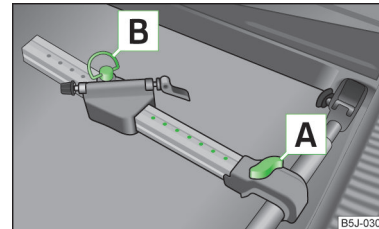

Abb. 74
- › Die Schraube **A** » Abb. 74 etwas herausziehen und den Längsträger (Alu-Teil) zum Querträger schieben, bis die Fassung einrastet.
- › Die Schraube [A] » Abb. 74 auf Seite 79 lösen und den Fahrradträger zusammen mit dem befestigten Fahrrad nach links schieben, sodass es zwischen dem Lenker und dem Seitenfenster des Gepäckraums zu keiner Kollision kommen kann.